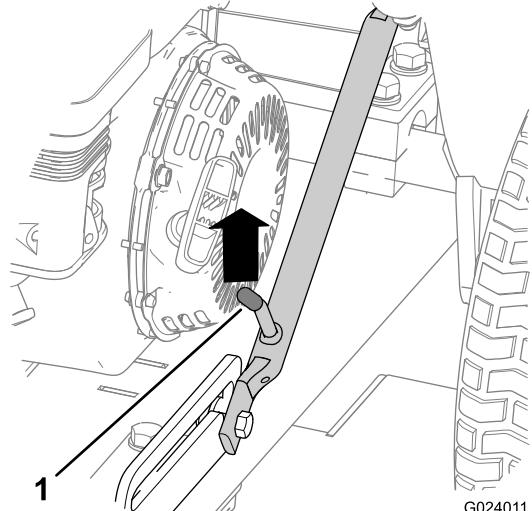
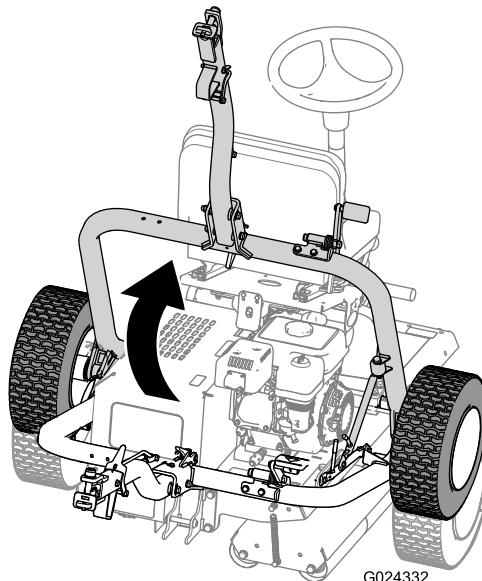

図 25
図 29
- A. ラッチレバーがスライドディテントから外れるまで、ヒッチアセンブリを押し上げる図 25。
- D. ヒッチを上げて図 29、ラッチのレバーをスライドディテントにロックする図 25。